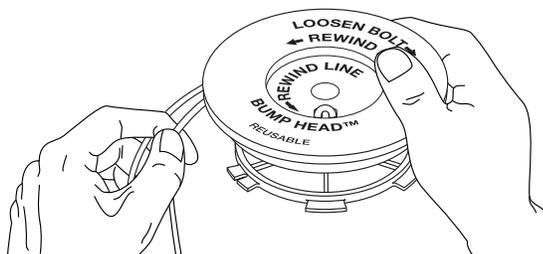

Fig. 31
- Enroulez les fils en couches uniformes serrées sur le moulinet (Fig. 31). Enroulez le fil dans le sens indiqué sur le moulinet intérieur. Placez votre index entre les deux fils pour les empêcher de se superposer. Ne superposez pas les extrémités du fil. Passez à l'étape 11.